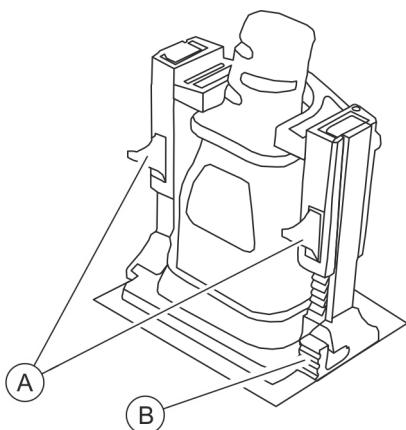

Abb. 12: Verriegelungsbügel anbringen
3. ➤ Verriegelungsbügel von oben auf die Pfohlen schieben, um den Stecker zu fixieren (Abb. 12).
Zum Lösen der Fixierung kann der Verriegelungsbügel bzw. können die Pfohlen über die Entriegelungshebel (Abb. 12/Ⓐ und Ⓑ) gelöst werden.